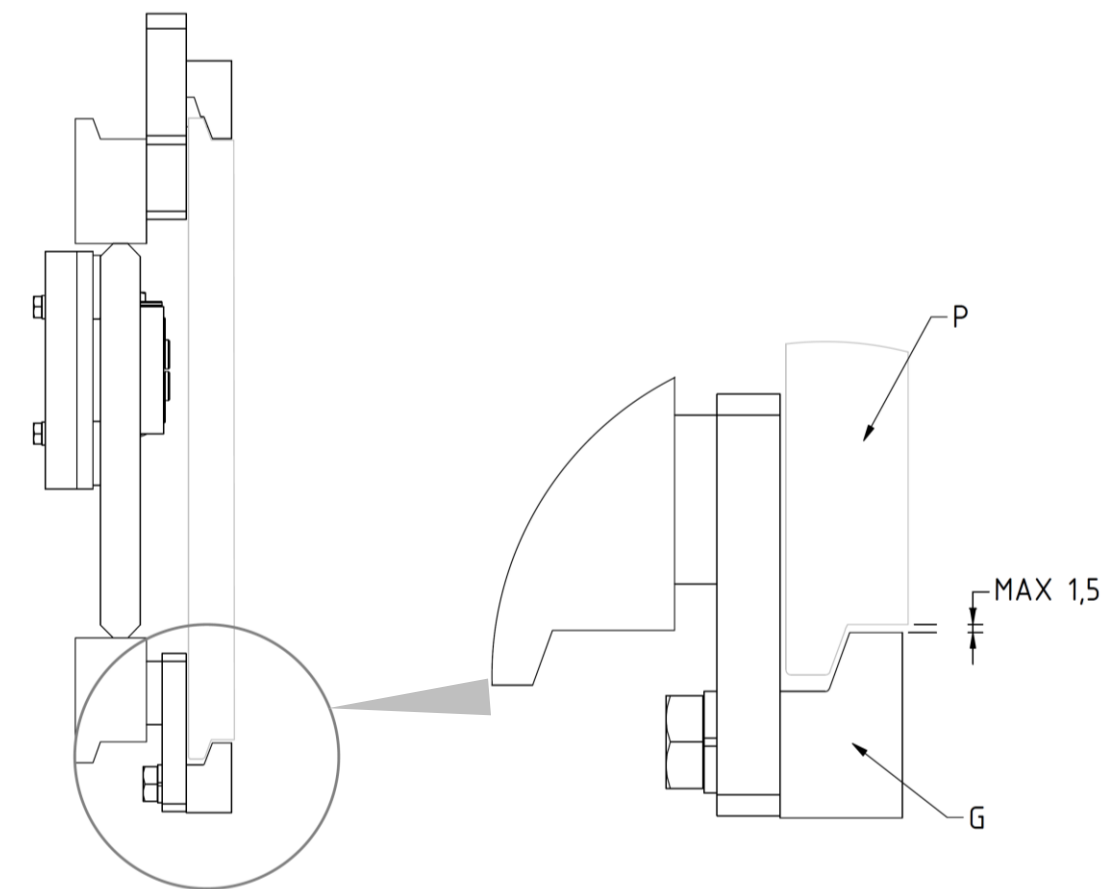

Abbildung 5
7. Schrauben Sie die 2 unteren Haken **G** wieder an, so dass sie unterhalb des Gabelträgers **P** befestigt werden (mit max. Spiel 1,5mm wie in der *Abbildung 5*); für das Anziehen bitte das in *Tabelle 3* angegebene Anzugsmoment beachten.